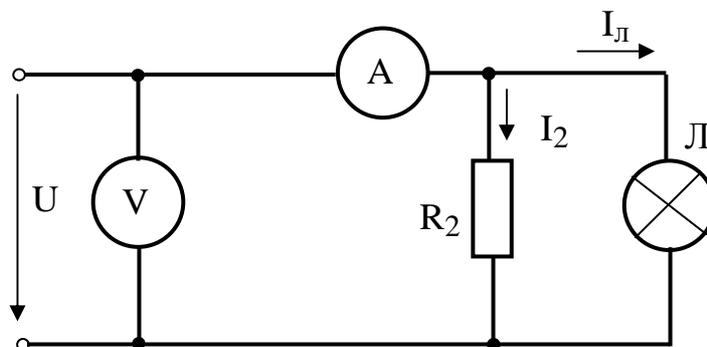

Рис. 8.4
2. Собрать электрическую цепь по схеме, изображенной на рис. 8.4. Резисторы R_1 и R_2 использовать согласно заданному варианту, источник электрической энергии с регулируемым напряжением. Изменяя напряжение источника от 0 до $U = U_{\max}$, через каждые 2 В выполнить измерения тока и напряжений. Рассчитать ток по закону Ома $I_2 = U/R_2$. Результаты измерений и расчетов записать в табл. 8.3.